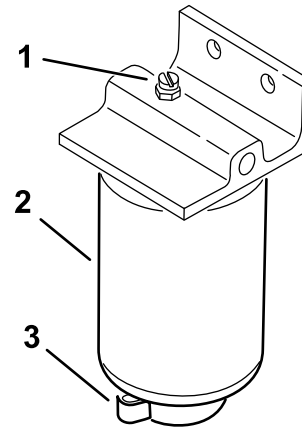

Figura 36
4. Abra el tapón de vaciado y la válvula de alivio del filtro (Figura 36).